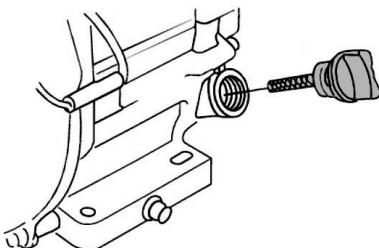

Рис. 21. Крышка-щуп нижней маслозаливной горловины
2. Открутите крышку-щуп нижней маслозаливной горловины и извлеките щуп (Рис. 21).